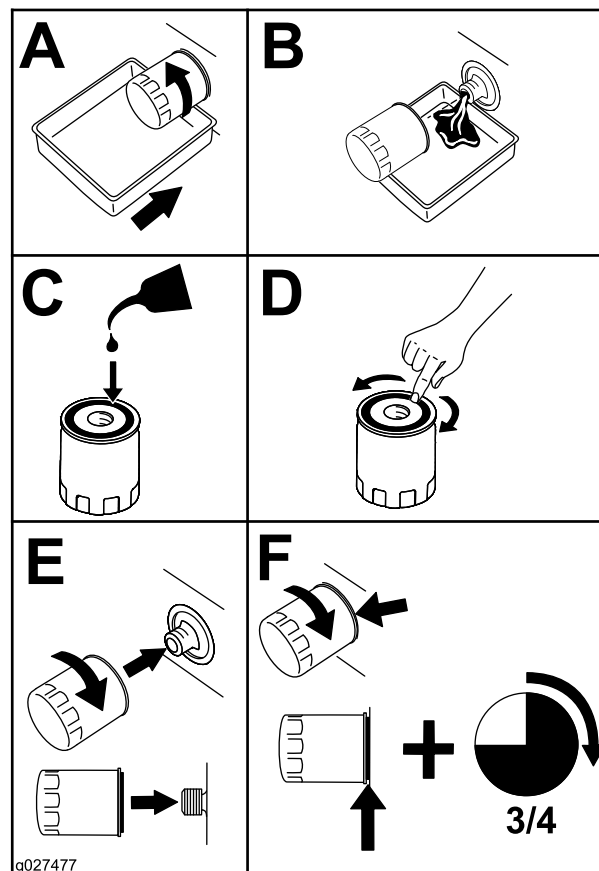

Figure 35
5. Remplacez le filtre à huile moteur (Figure 35).